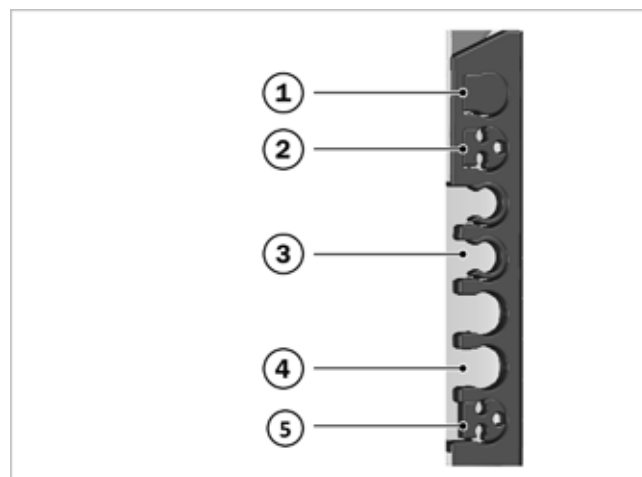

Fig. 44 : inserts des passages des conduites
- Positionner l'autre extrémité avec une réduction de 3 (cf. → fig. 44, 2) à travers un passage de conduite au choix sur la droite ou la gauche du châssis ; veiller à ce que la pente soit suffisante.
2. Faire sortir la conduite de gaz à l'aide d'une réduction de 3 (cf. ➔ fig. 44, 2) à travers l'un des passages de conduites supérieurs, à gauche ou à droite du châssis.